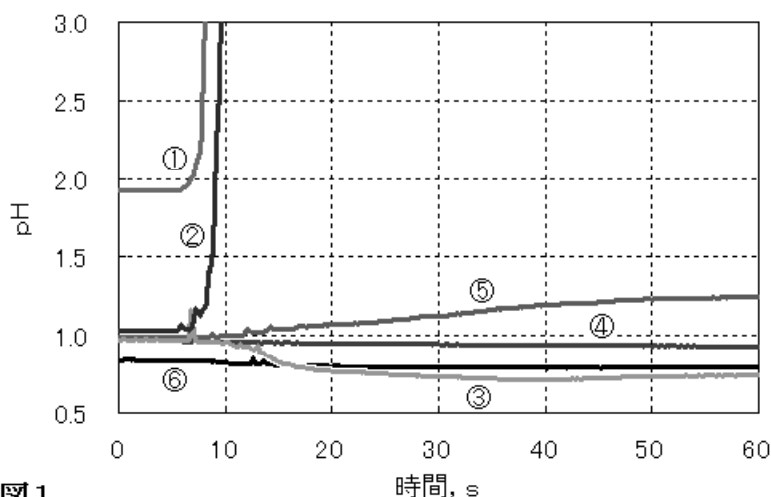

図1
pH=1.9の硫酸50mLに0.5gの水酸化カルシウム（硫酸が完全電離と仮定してpHから硫酸の量を求めたとき、水酸化カルシウムの量が中和量の21倍、以下同様）を一度に加えた場合（図1の橙線①）には、pHが12以上に急上昇し、硫酸が完全に中和されています。ところが、pHが1前後の硫酸の場合には水酸化カルシウムの添加量によってpHが複雑に変化しました。pH=1.0の硫酸50mLに2.5gの水酸化カルシウム（中和量の13倍）を一度に加えた場合（図1の暗緑線②）には、pHが12以上に急上昇しました。しかし、pH=1の硫酸50mLに2.0gの水酸化カルシウム（中和量の11倍）を一度に加えた場合（図1の明緑線③）には、pH低下が起こり、pH=0.77になりました。これでは硫酸の中和が不完全です。pH=1の硫酸50mLに約0.5gの水酸化カルシウム（中和量の2.7倍）を一度に加えた場合（図1の赤線④、桃線⑤）には、pH低下が起こったり、起こらなかったりして、pHは0.9~1.3になりました。さらに、pH=0.84の硫酸50mLに1.0gの水酸化カルシウム（中和量の3.7倍）を一度に加えた場合（図1の青線⑥）には、pH=0.78になりました。
図2では水酸化カルシウムを段階的に添加しています。pH=1の硫酸50mLに0.5gの水酸化カルシウム（中和量の2.7倍）を一度に加えるとpH=0.9に低下しました（図1の赤線④、図2の青線⑦）。この試料に、2.0gの水酸化カルシウム（中和量の11倍）を一度に追加すると、pH=3.6まで急上昇し、その後もしだいに上昇して、最終的にpHが12以上になりました（図2の暗緑線⑧）。別の実験としてpH=1の硫酸50mLに2.0gの水酸化カルシウム（中和量の11倍）を一度に加えるとpH=0.8に低下しました（図2の赤線⑨）。この試料に、30mLの水を追加すると、pH=1と少し上昇しました（図2の桃線⑩）。この試料に、0.5gの水酸化カルシウム（中和量の2.7倍）を一度に追加すると、pH=1.3とさらに少し上昇しました（図2の橙線⑪）。この試料にさらに、0.5gの水酸化カルシウム（中和量の2.7倍）を一度に追加すると、pH=12に急上昇しました（図2の明緑線⑫）。以上の結果より、硫酸を水酸化カルシウムで効率よく中和するためには、水酸化カルシウムの添加方法を工夫する必要があります。例えば、硫酸をできるだけ水で希釈してから加えたり、水酸化カルシウムを水にけん濁（一部溶解）させてから加えたり、上澄み（石灰水）だけを加えることも考えられます。